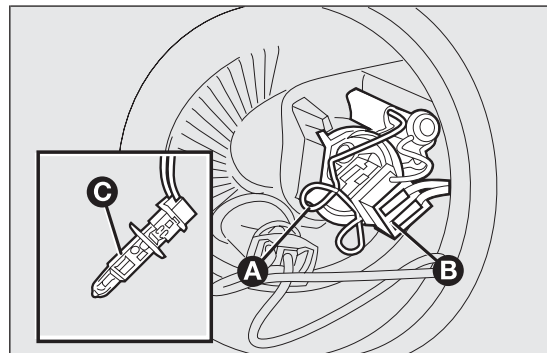

fig. 160
- ☐ sganciare la molletta fermalampada A fig. 160;